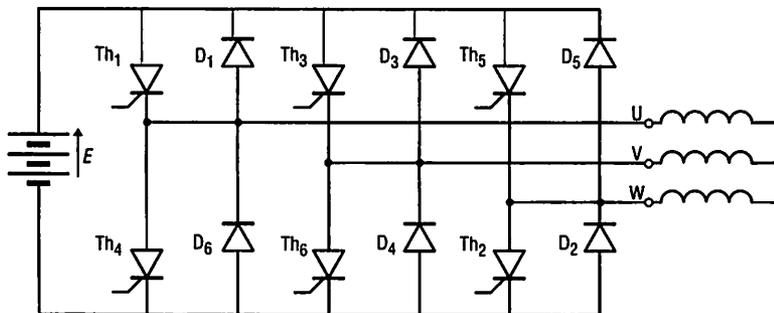

Fig. 8 : Schéma du circuit de puissance d'un onduleur triphasé à thyristors.
2.3. Onduleur triphasé (fig. 8)